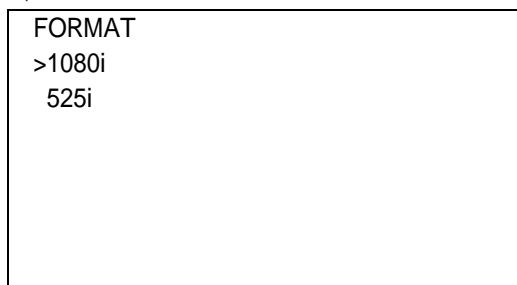

図4-37オンスクリーンメニュー (FORMAT例)
- 1) メインメニューで「FORMAT」を選択し、**ENTER** ボタンを押すと図 4-37 のような設定メニューが表示されます。